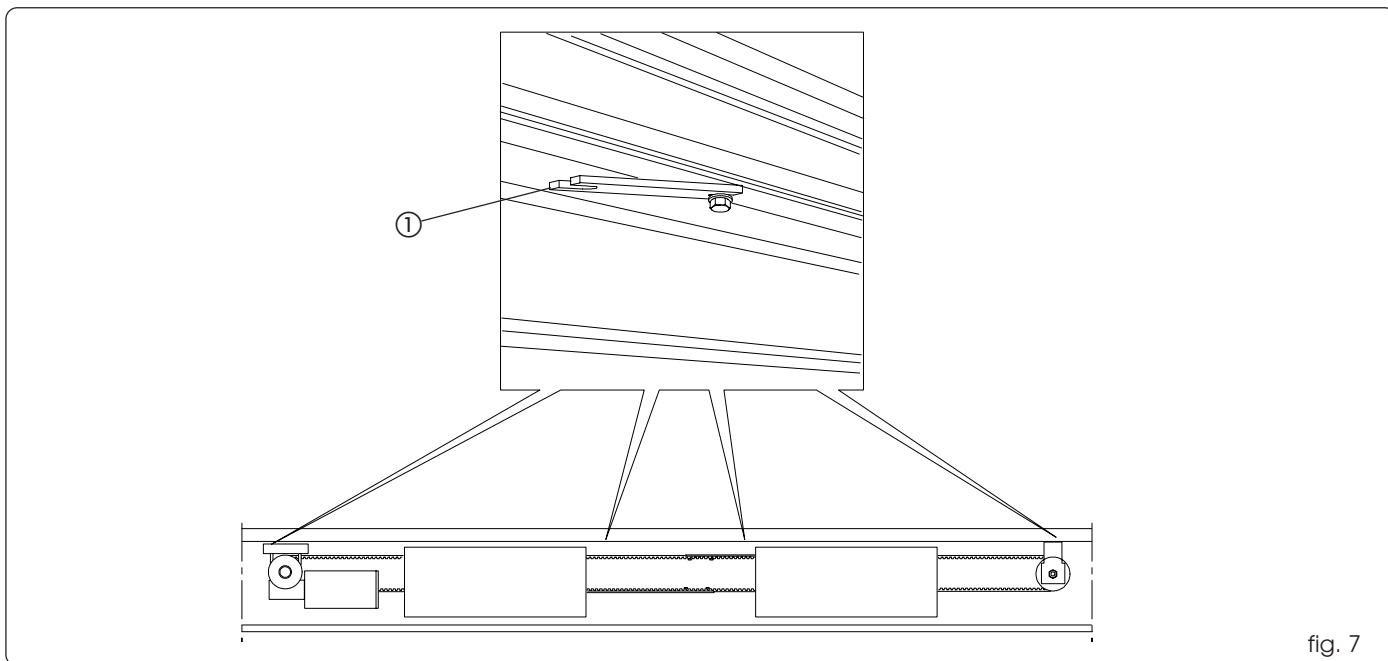

fig. 7
Smontare il modulo di azionamento allentando i dadi delle piastre di fissaggio e rimuovendo un solo dado per ogni piastra (fig. 7 rif. ①).